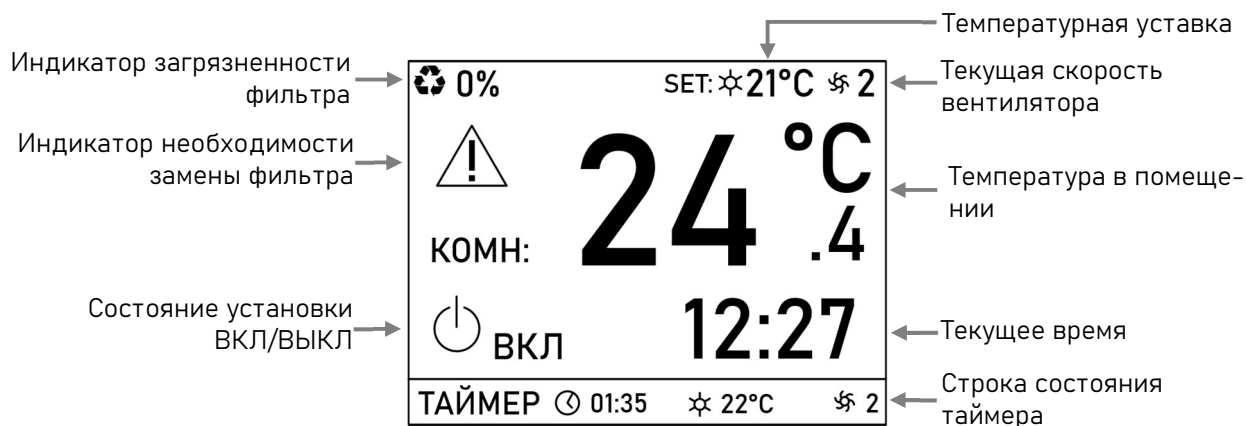

Рисунок 4 - Экран дежурного режима
3.3.2 Сразу после включения на нём отобразится экран дежурного режима (Рисунок 4).